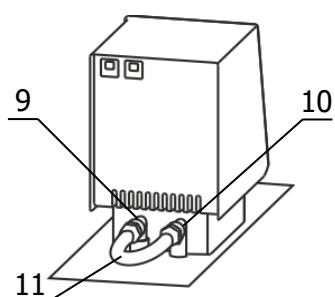

Рисунок 4 — Установка перемычки
2.2.6 Для работы термостата без внешнего потребителя соединить входной 9 и выходной 10 штуцеры насоса блока регулирования шлангом-перемычкой 11 из комплекта поставки термостата (рисунок 4). Закрепить перемычку на штуцерах, используя хомуты из комплекта поставки термостата.